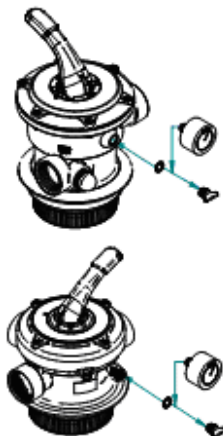

Fig. 19
7. Saque el casquillo de *válvula multifunción* blanco de múltiples funciones, aplique un poco de Teflon provisto alrededor del hilo de rosca del manómetro (opcional para SF15, 25) y después atornille el manómetro con una llave no usando ninguna fuerza en la caja plástica (Fig. 19).